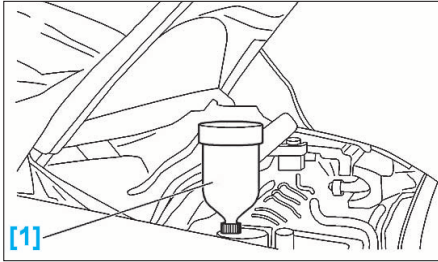

FIG. 36
- Placer un appareil de remplissage par gravité (cylindre de charge) [1] à la place du bouchon sur le vase d'expansion (Fig.36).